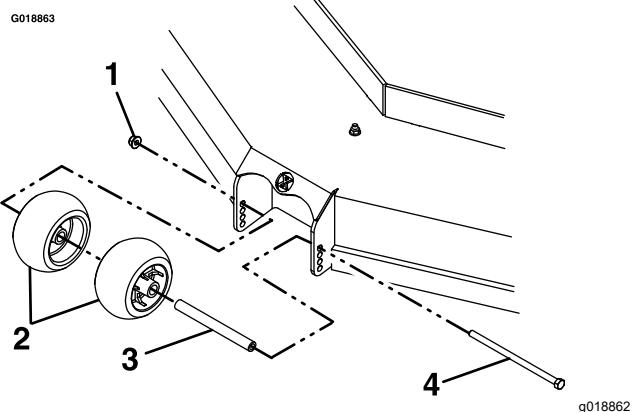

Figure 29
6. Serrez l'écrou Nyloc (3/8 po) à un couple de 41 à 47 N·m (30 à 35 pi-lb), comme montré à la Figure 29.